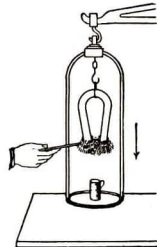

Abb. 402. Verbrennen von Eisenpulver
2. Beim Verbrennen verschwindet der Körper (die Kerze brennt ab; die Zigarre geht zu Ende). Dafür treten **Verbrennungsprodukte** auf. Diese sind entweder nur gasförmig (wie beim Verbrennen einer Kerze) oder teilweise fest, teilweise gasförmig (Zigarrenrauch und Asche) oder nur fest (wie z. B. beim Verglimmen von Eisenpulver, Abb. 402).
Bring einen kleinen **Hufeisenmagneten** (Abb. 402), der mit einem Barte von Eisenpulver versehen ist, an der Waage ins Gleichgewicht und zünde das Eisen an (wozu ein Zündholz genügt)! Ergebnis: Es senkt sich auch hier die Waage nach der Seite des verbrennenden Körpers.